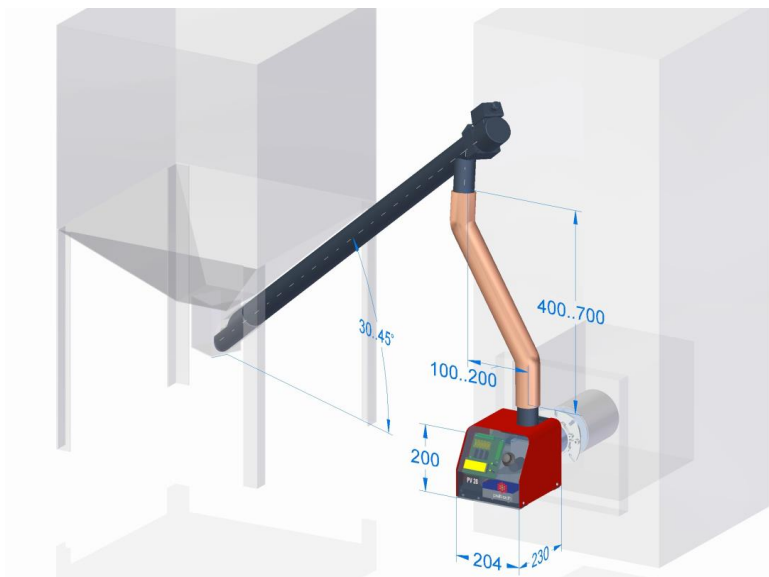

Рисунок 11 Установка внешнего шнека
- Контейнер должен быть расположен таким образом, чтобы угол питающего шнека не превышал 45°. См Рисунок 11.
Рисунок 11 показывает правильное положение внешнего шнека. Так как шланг является предохранителем, он должен быть размещен исключительно так, как описано ниже:
Горелка оснащена стандартным 7-ми контактным разъемом для жидкотопливных горелок (под красной крышкой справа). Для разных котлов используются разные схемы соединения. Обычно горелка соединена с котлом с помощью 5-ти жильного кабеля (Рисунок 11). Возможно также применение и 4-х жильного кабеля. В обоих случаях отличается подключение термостата котла «Тt». На Рисунок 13 изображены схемы подключения внешнего шнека, вентилятора дымохода и котла. Важно, чтобы вилка была полностью вставлена розетку. При этом ответные части должны защелкнуться.
- Внешний шнек установлен и подключен к горелке в соответствии с Рисунок 11.